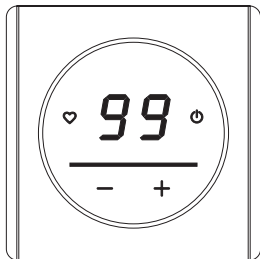

Рис. 10
- Активировать на терморегуляторе режим Smart Config путем одновременного нажатия и удержания кнопок  и «+» на терморегуляторе в течении 3 секунд. На экране дисплея появится сообщение о включении этого режима и обратный отсчет времени (рис. 10).
5. Активировать в терморегуляторе режим Access Point путем нажатия и удержания кнопок «» и «-» на терморегуляторе в течение 3 секунд. На экране появится сообщение о включении этого режима и обратный отсчет времени (рис. 10).